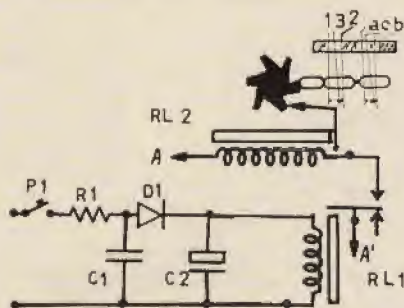
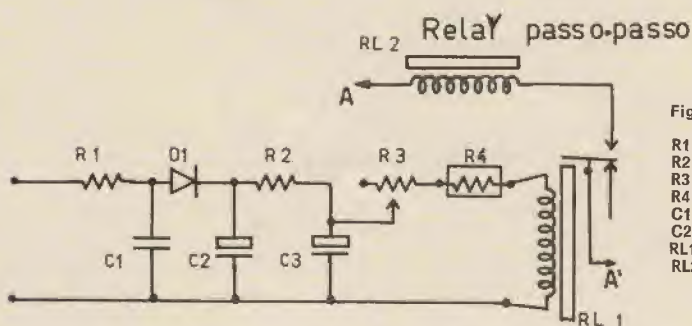

Figura 2 - Cambioprogramma a relay; comando a distanza tramite pulsante P1
Figura 3 - Comando senza fili, con impulso luminoso
Un relay passo passo (vedi fotografia) è costruito in modo che ogni impulso di tensione faccia ruotare una camma che chiude le coppie di contatti opportune (figura 2). Avremo così le commutazioni necessarie. Potremo comandare questo relay nei due modi seguenti:
- Mediante fotoresistenza (figura 3)
Gli elementi di figura 2 e figura 3 differiscono di poco, l'unica differenza essenziale consiste nel fatto che mentre per comandare il relay di figura 2 ci dovremo servire di un cavetto bipolare di lunghezza opportuna, per quello di figura 3 ci sarà necessaria una piccola torcia elettrica che ci darà l'impulso di luce necessario a far sì che la fotoresistenza R4 faccia passare l'intensità di corrente sufficiente all'eccitazione di RL1 che a sua volta comanda l'eccitazione di RL2 permettendo così il rapido passaggio da un programma all'altro. La sensibilità della fotoresistenza alla luce verrà regolata ai valori opportuni con l'aiuto del potenziometro R3.
I numeri e le lettere con cui sono stati indicati i terminali di RL2 a figura 2 indicano come i collegamenti vanno fatti poiché (figura 1) i cavetti sono stati numerati in modo analogo.
C1 come figura 2
C2-C3 come figura 2
RL2 come figura 2